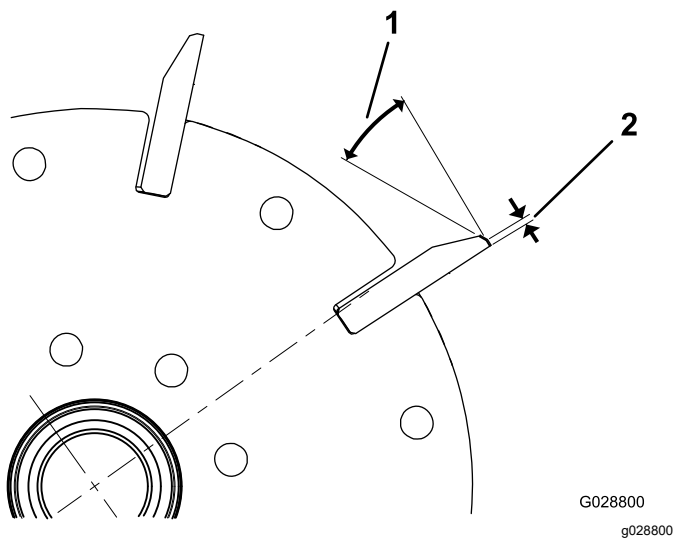

Figura 38
1. Afíle todas las cuchillas con un rebajo de 30° hasta que la anchura de la superficie de incidencia sea de 1,3 mm (Figura 38).